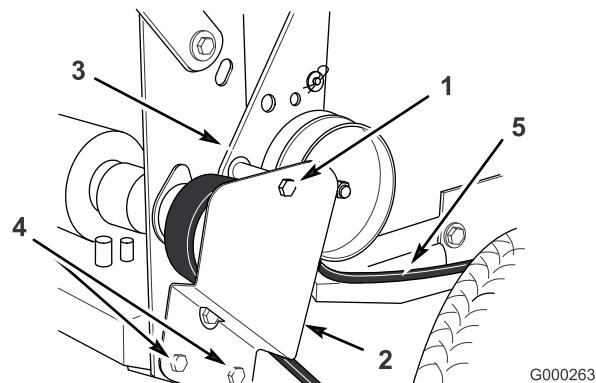

Figure 47
1. Enlevez la vis de fixation supérieure du support et de la patte de la poulie de tension au bâti arrière (Figure 47).
2. Desserrez suffisamment les deux vis de fixation inférieures pour permettre à la courroie de passer entre la poulie d' entraînement et le support de la poulie de tension (Figure 47).
5. Montez la vis de fixation supérieure du support et de la patte de la poulie de tension au bâti arrière (Figure 47).
6. Serrez suffisamment les deux vis de fixation inférieures pour permettre à la courroie de passer entre la poulie d' entraînement et le support de la poulie de tension (Figure 47).